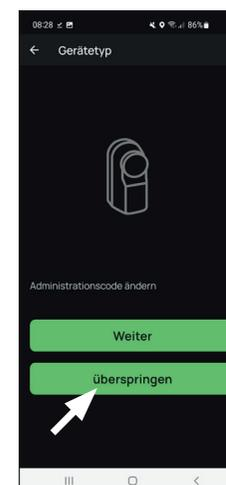

Abb. 7
⑧ Sie erhalten einen Hinweis, dass Sie Ihren Administratorcode ändern können. Da Sie bei Auslieferung bereits einen zufallsgenerierten Administratorcode erhalten haben, ist dieser Schritt nur optional. Sie können ihn mit „Überspringen“ auslassen (Abb. 7).